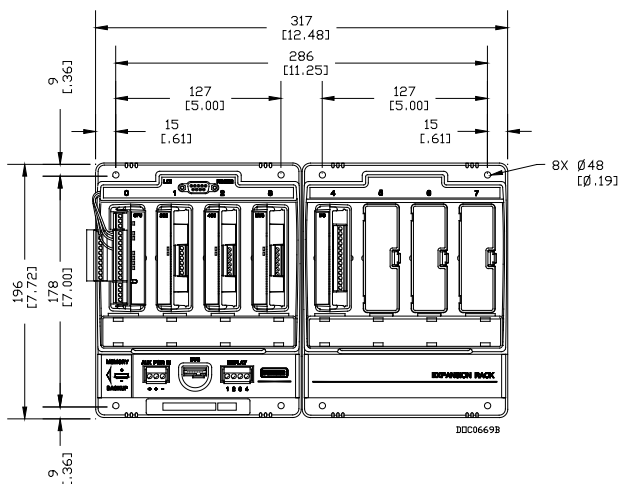

Figura 4. Dimensiones del estante de expansión y el FB107
- Unidad principal y estante de expansión.** Coloque la unidad principal sobre la placa de montaje de la carcasa y ubique los orificios de montaje en la placa con el FB107 como plantilla. Vea la *Figura 4* para obtener las dimensiones de la unidad principal con el estante de expansión. Perfore y rosque orificios de montaje en la placa con una rosca de 8-32 UNC. Coloque la unidad principal sobre las ubicaciones roscadas y conecte la placa con los cuatro tornillos de 8-32 UNC x 1,00 pulg provistos. No apriete por completo. Enchufe el estante de expansión en la unidad principal y, mientras se encuentre en su posición, marque las ubicaciones de los orificios de montaje del estante. Retire cuidadosamente el estante de expansión y, luego, perfore y rosque los orificios de montaje en la placa con una rosca de 8-32 UNC. Enchufe el estante de expansión en la unidad principal y conecte la placa con los cuatro tornillos de 8-32 UNC x 1,00 pulg provistos. Ajuste los ocho tornillos de montaje en un par de 1,1 a 1,4 N-m aproximadamente.